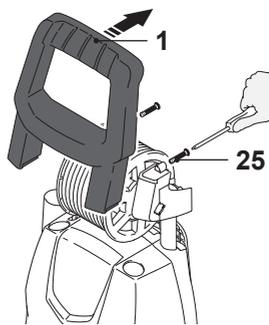

Fig. 1
- > Emboîtez la poignée (1) sur le support de l'enrouleur et fixez-la avec deux vis (25). Serrez les vis (25) à l'aide d'un tournevis adéquat (Fig. 1).